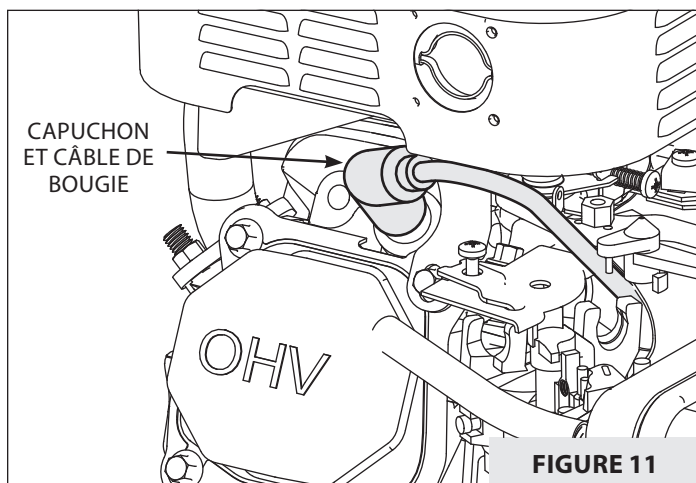

FIGURE 11
1. Débrancher le câble/capuchon de bougie et l'écartier de la bougie. **VOIR FIGURE 11.**
2. Débrancher le capuchon de bougie et nettoyer tous débris autour de la bougie. **VOIR FIGURE 11.**